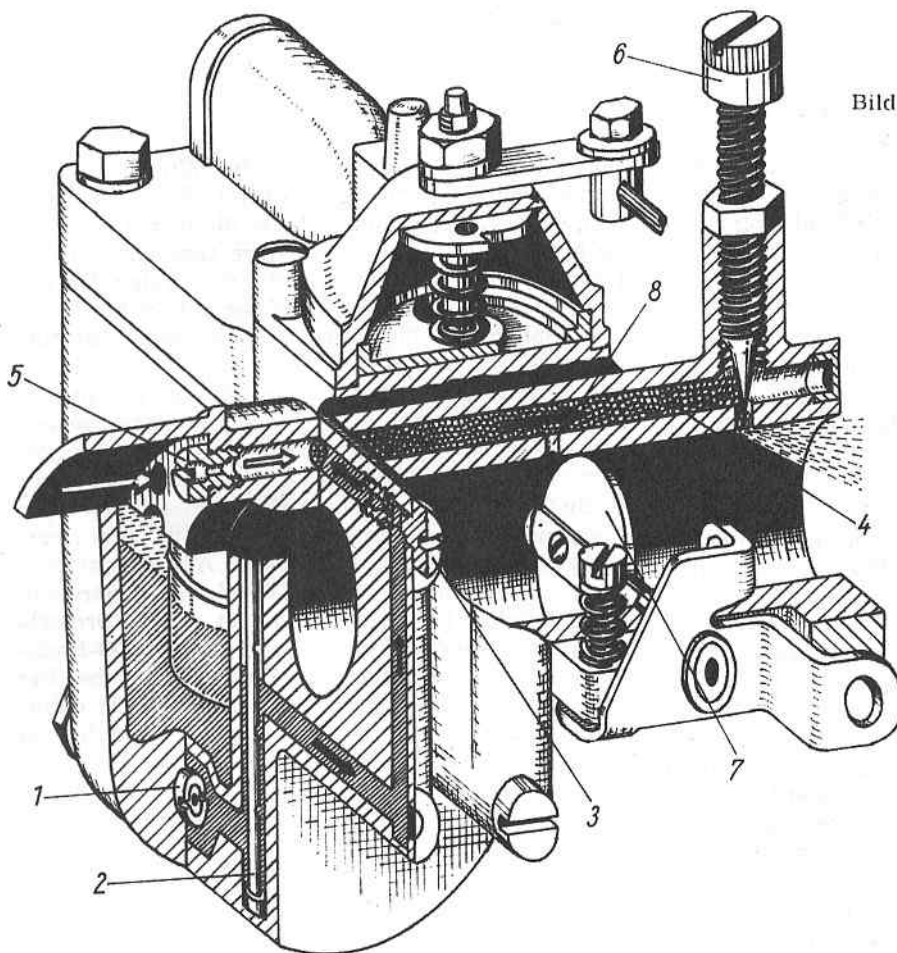

Bild M 62. Vergaser – Leerlaufsystem
Nach dem Schließen des Drehschiebers durch den Starterzug wirkt nur noch das Leerlaufsystem, wenn die Drosselklappe nicht betätigt wird. Dazu wird der Kraftstoff, wiederum durch den entstehenden Unterdruck im Kurbelgehäuse, aus dem Schwimmergehäuse über die Hauptdüse (1) — Bild M 62 —, das Mischrohr (2), die Leerlaufdüse (3) und die Leerlaufgemisch-Austrittsbohrung angesaugt. Im Leerlaufkanal (4) wird der Kraftstoff durch die Leerlaufdüse (5) zu einem Kraftstoff-Luft-Gemisch aufbereitet. Zur Dosierung des Kraftstoff-Luft-Gemisches für einen guten Leerlauf des Motors dient die Leerlaufgemisch-Regulierschraube (6). Damit im Übergang vom Leerlaufsystem zum wirkenden Hauptdüsensystem durch Betätigen der Drosselklappe (7) kein Loch im Vergaser entsteht, ist im rechten Winkel zum Leerlaufkanal (4) die Progressionsbohrung (8) gebohrt. Bei wenigem Öffnen